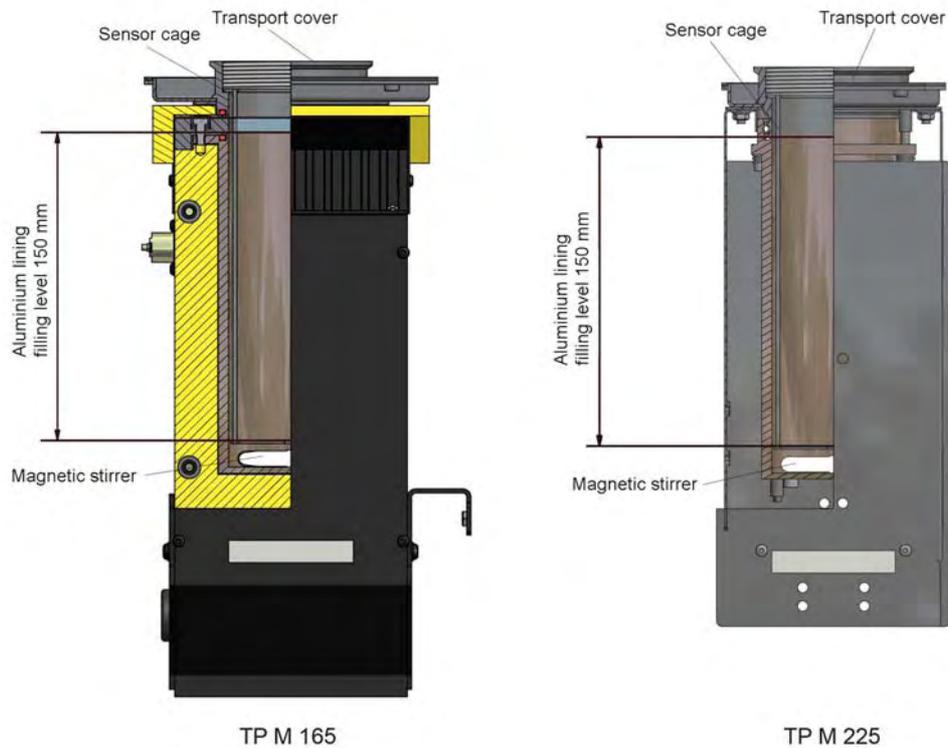

Figure 9 : Niveau de remplissage max. du bain liquide
- Remplir le réservoir de liquide. Le niveau max. dans le réservoir (0,5 litres) est indiqué par le bord supérieur de la chemise en aluminium (voir Fig. 9).